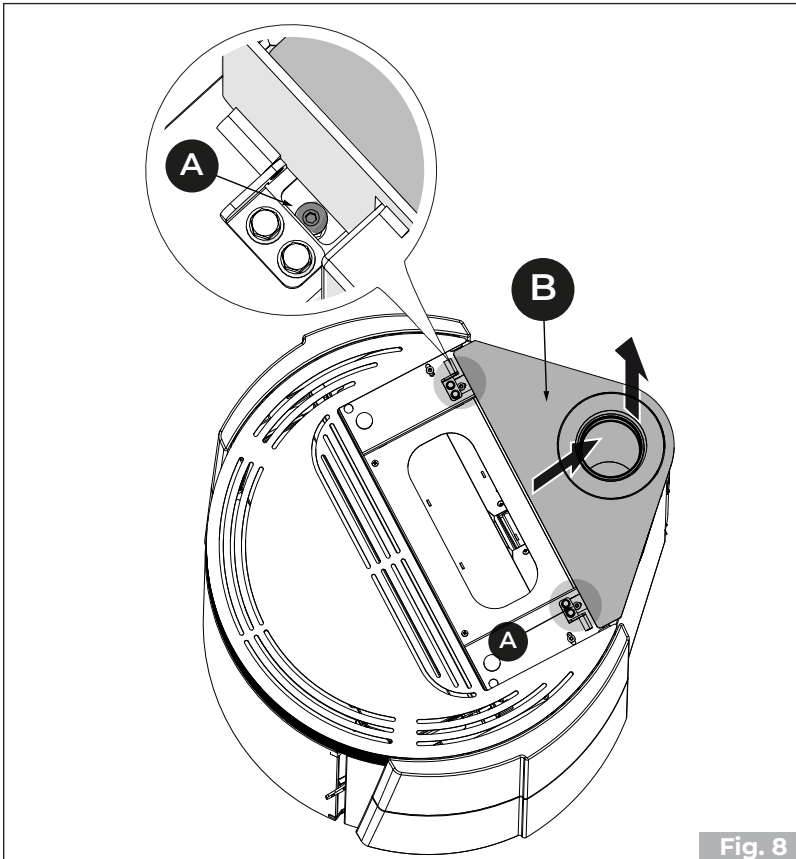

Fig. 8
- Lösen Sie die Schrauben **(A)** und ziehen Sie die Platte heraus **(B)** (**Fig. 8**).